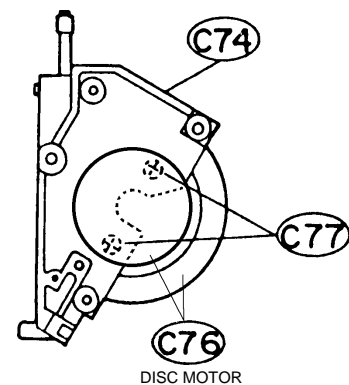

Fig. 9
- Motorhalter C74 mit Disc-Motor C76 (Fig. 9) vorsichtig herausnehmen.
- 2 Schrauben C77 (Fig. 9) herausdrehen, Motor C76 ablöten und herausnehmen. (Beim Einbau des Motors auf die richtige Polung achten!)
- Remove the motor holder C74 with the disc motor C76 (Fig. 9) carefully.
- Undo 2 screws C77 (Fig. 9), unsolder the motor C76 and take it out. (When re-soldering the motor note the correct polarity!).